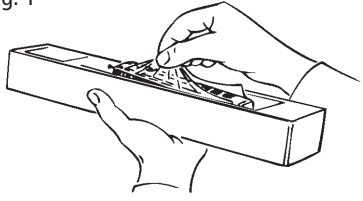

Fig. 2
**Aufrüstung:** Im beigelegten Zurüstbeutel finden Sie auch kleine vorbildgetreue Steckteile für eine erweiterte Aufrüstung Ihres Modells (Fig. 2), die Sie bitte **vorsichtig montieren**. **Achtung!** Kleben nur mit ausdrücklichem Hinweis.
**Attention!** Use glue only if indicated (fig. 2).
**Les accessoires:** Le sachet joint comprend entre autres des petites pièces de finition conformes à la réalité et **à rapporter avec précaution** par le modéliste (fig. 2), si désiré. **Attention:** N'utilisez de la colle qu'aux endroits expressément indiqués aux des-sins!